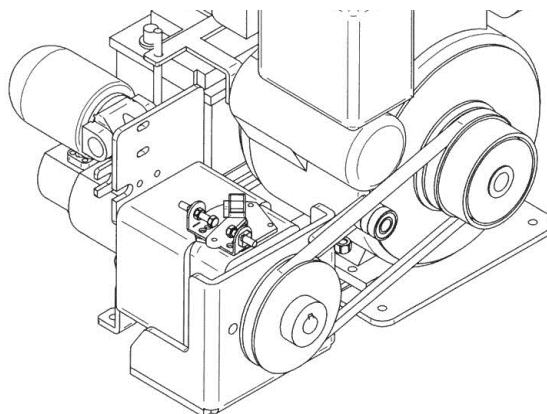

Figura 7
6. Meccanismo di vibrazione (Figura 7)